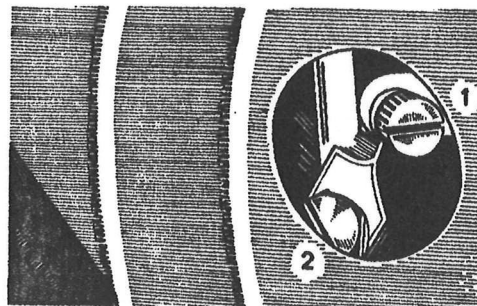

fig. 2. 1. regelschroef, 2. sproeierhouder
- stationair lopen wordt geregeld d.m.v. de stelschroef boven de sproeierhouder en is te bereiken via een van de gaten in de grote snaarschijf (fig. 2)